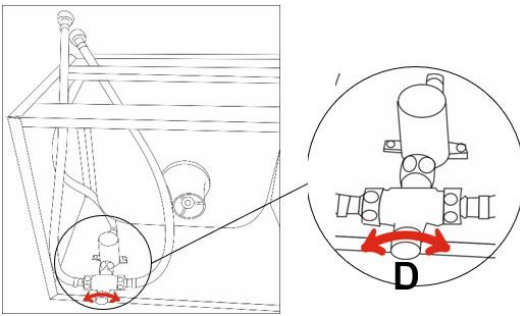

Fig.7
- De resterende twee slangen moeten worden aangesloten op de uiteinden (B) en (C) met behulp van de BSP-moeren $\frac{1}{2}$ ". Zodra het bassin op de juiste manier aan de muur is bevestigd, moeten de andere uiteinden van deze slangen met de BSP-moeren $\frac{1}{2}$ " worden bevestigd aan respectievelijk de warm- en koudwaterinlaten van het gebouw.
- Bevestig de set (Mixer + Pulser + Slangen) aan de binnenkant van het voorpaneel met de 2 bijgeleverde schroeven en in de positie die wordt getoond in Fig. 7. De knieknop moet zich aan de buitenkant van het voorpaneel bevinden.
- Sluit het uiteinde van de slang van positie "A" aan op de wateringang van de kraan (fig. 7).
Zie Fig 7 voor de positie van de draaiknop aan de onderkant van de mixer.